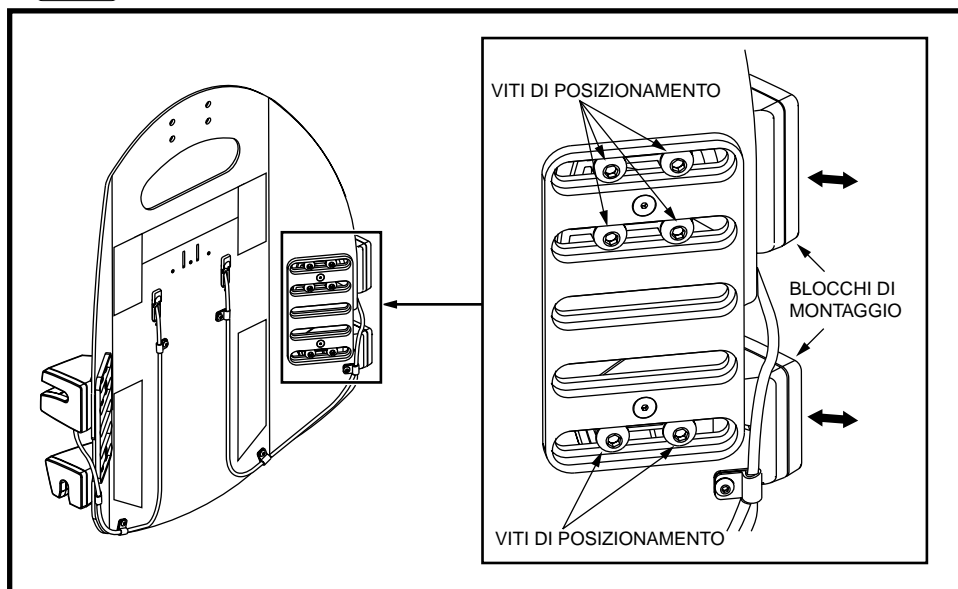

Figura 9. Regolazione del supporto laterale
2. Avvicinare i blocchi di montaggio al bordo dello schienale per le carrozzine più larghe e al centro dello schienale per quelle più strette. Vedere figura 9.